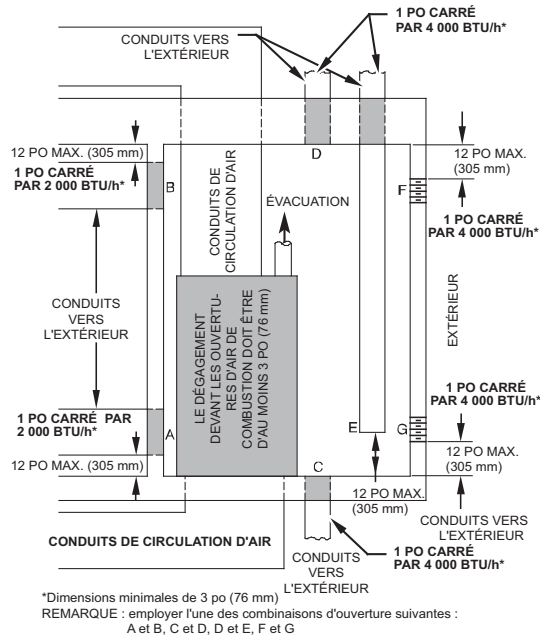

Fig. 6 – Air de combustion, de ventilation et de dilution pour l'extérieur
2. La Fig. 6 illustre comment installer DEUX OUVERTURES VERS L'EXTÉRIEUR, une ouverture d'entrée et de sortie d'air de combustion et de ventilation, donnant sur l'extérieur.
- b. Respectez les dimensions des ouvertures et des conduits indiquées à la Fig. 6 et au Tableau 3.
- c. DEUX CONDUITS HORIZONTAUX nécessitent 645 mm² (1 po²) d'espace libre pour tranche de puissance d'entrée de 2 000 BTU/h (1 100 mm²/kW) pour tous les appareils à gaz situés dans l'espace considéré, conformément à la Fig. 6 et au Tableau 3.
- d. DEUX OUVERTURES OU CONDUITS VERTICAUX nécessitent 645 mm² (1 po²) d'espace libre par tranche de puissance d'entrée de 4 000 BTU/h (550 mm²/kW) pour tous les appareils à gaz situés dans l'espace considéré, conformément à la Fig. 6 et au Tableau 3.
- 645 mm² (1 po²) d'espace libre par tranche de puissance combinée de 3 000 BTU/h (734 mm²/kW) pour tous les appareils à gaz situés dans l'espace considéré, conformément à la Fig. 6 et au Tableau 3.